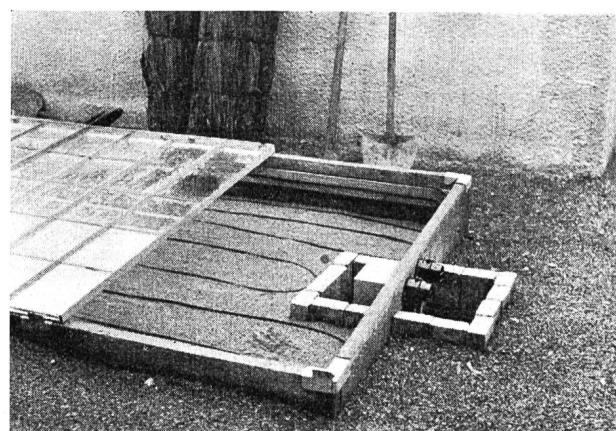

Abb. 75 Elektro-Standart-Frühbeet.
2. Ein Standard-Frühbeet der Firma Baumann, Koelliker & Co., A. G. (Abb. 75).